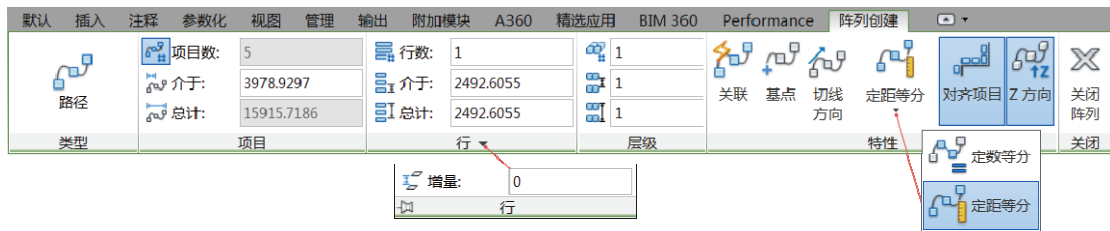

图 4-35 路径阵列的“阵列创建”上下文选项卡
- 4 在功能区中出现图 4-35 所示的“阵列创建”上下文选项卡，从中指定沿着路径分布对象的方法。